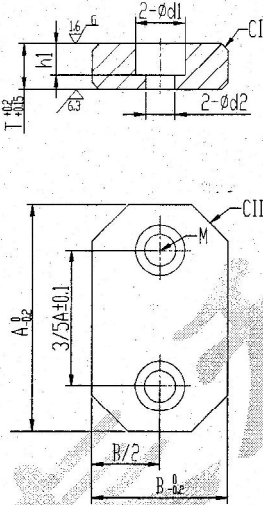

图9.2.2 2H型 (2个螺钉)
- 2) 2H型：当长度不小于100mm，宽度小于等于80mm时，设计2个固定螺钉，4角倒C8斜角 (图9.2.2)